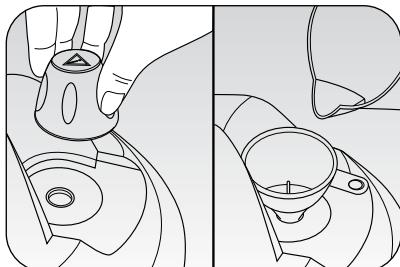

Fig. 1
Schroef de veiligheidsdop (L) los en giet via de meegeleverde trechter (2) ongeveer twee maatbekers (1) water in het verwarmingselement (I) (Fig. 1).